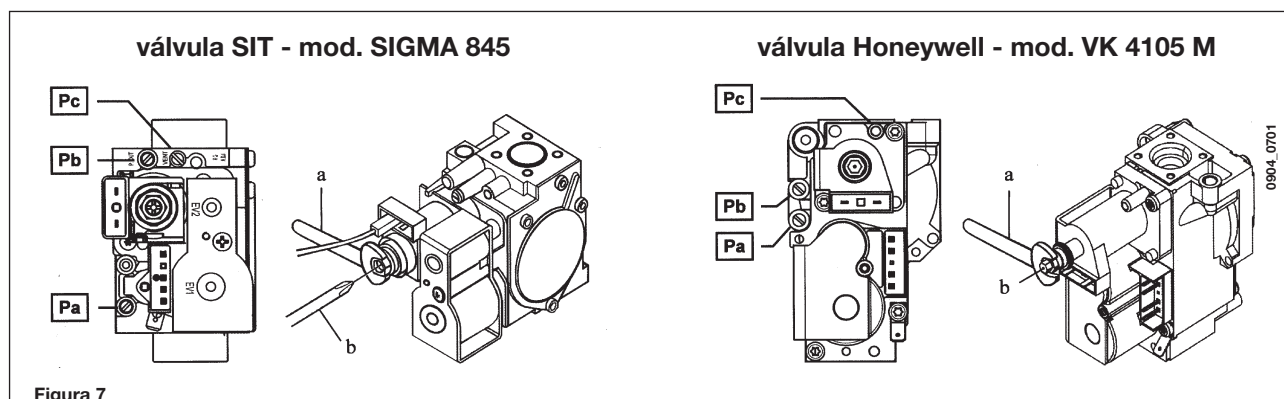

Figura 7
Las calibraciones del regulador de presión son ligeramente diferentes según el tipo de válvula del gas utilizada (HONEYWELL o SIT, figura 7).
C) Calibración del regulador de presión (Figura 7)
- Gire el tornillo de latón (A) hasta obtener los valores de presión indicados en la tabla 1.
- Controle que la presión dinámica de alimentación de la caldera, medida en la toma de presión (Pa) de la válvula del gas (Figura 7), sea correcta (37 mbar para propano o 20 mbar para gas natural).